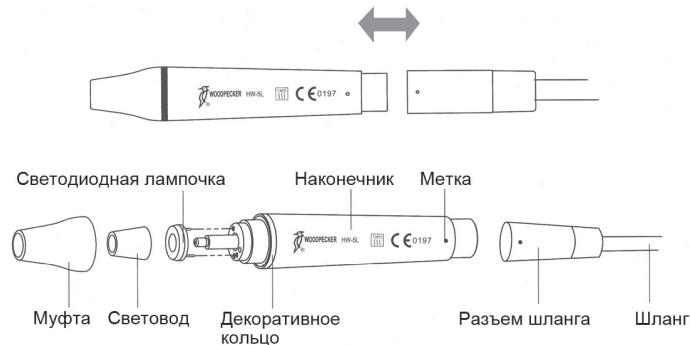

Рис. 5
2.1.2. Описание основных компонентов съемного наконечника (см. рис. 5):